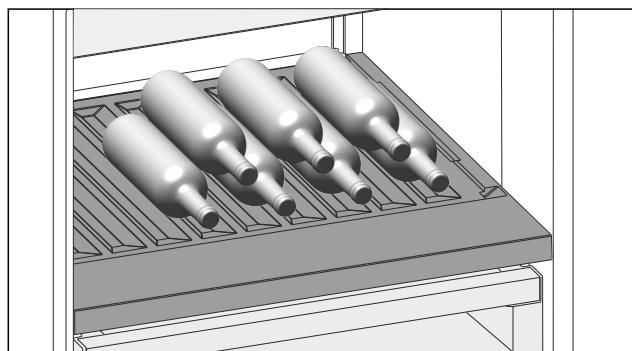

Fig. 124
- Поставяйте бутилките с дъното назад към задната стена. (виж Fig. 124)